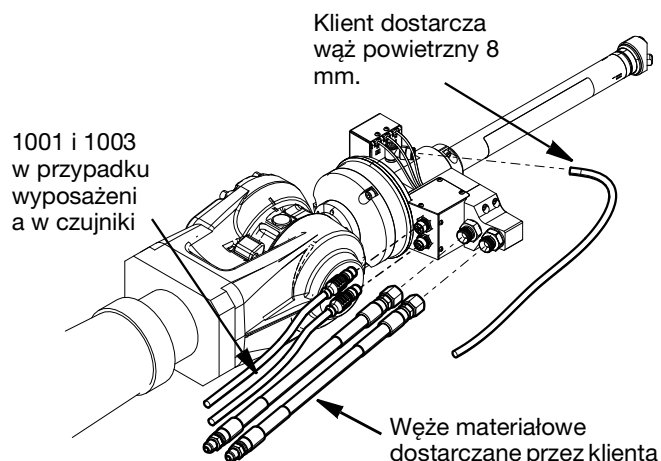

FIG. 7
2. Odłączyć wąż doprowadzający materiał i wąż powrotny materiału. Do poluzowania przyłącza węża wysokociśnieniowego należy zawsze używać dwóch kluczy. Patrz FIG. 7.
3. Odłączyć wąż powietrzny 8 mm. Patrz FIG. 7.
4. Odłączyć złącza kablowe, odkręcając łącznik na 5-wtykowym złączu kablowym (1001) i 8-wtykowym złączu kablowym (1003), o ile został zamontowany. Patrz FIG. 7.